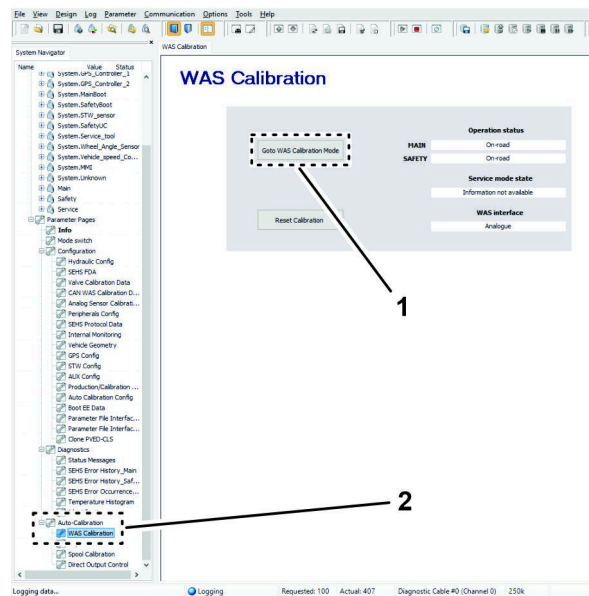

Figure 149
7. Sous l'onglet System Navigator (navigateur système), naviguez jusqu'au répertoire AUTO CALIBRATION (auto-étalonnage), et cliquez sur l'icône + (Figure 149).
8. Cliquez sur l'icône WAS CALIBRATION (étalonnage WAS) (Figure 149).
2. Sur l'écran WAS CALIBRATION (étalonnage WAS), cliquez sur l'icône GOTO WAS CALIBRATION MODE (passer au mode étalonnage WAS) (Figure 149).